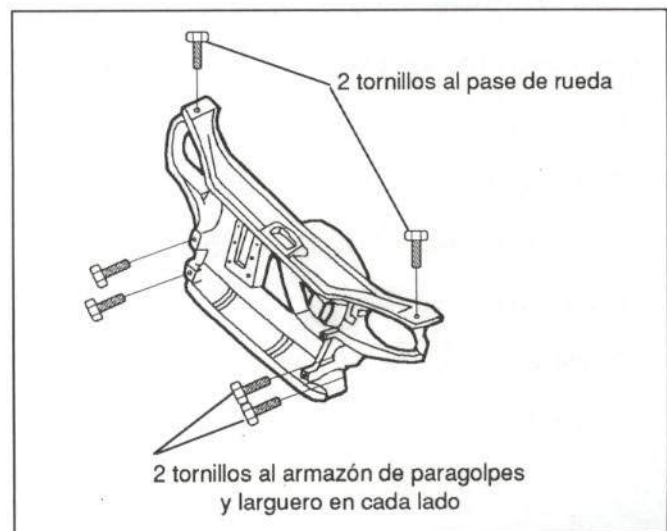

Figura 10.- Unión del frente
Su unión al resto de la carrocería se realiza por medio de tornillos, cuyo número y localización se muestran en la figura 10.
- Soltar frente delantero (figura 10)